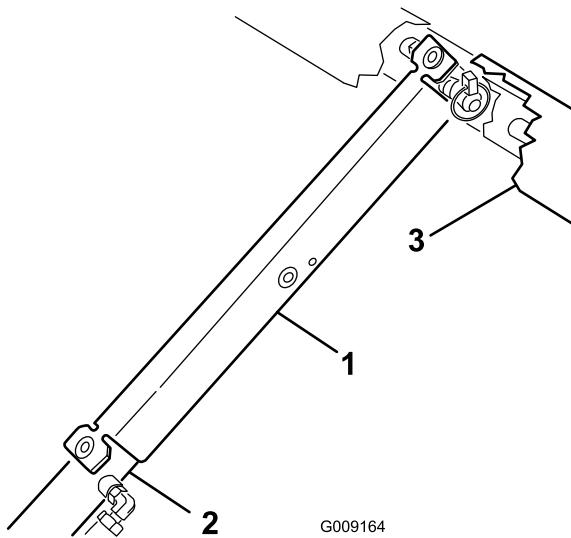

Figura 7
7. Empuje el soporte de la plataforma sobre el pistón, asegurándose de que los extremos del soporte descansan sobre el extremo del cilindro y sobre el extremo del pistón (Figura 7).